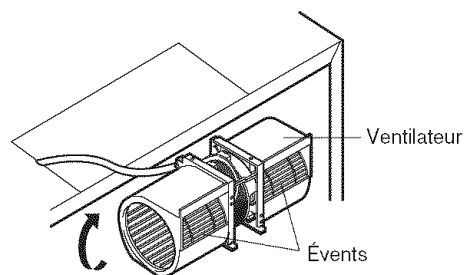

Figure 16
5. Retourner le ventilateur afin que les événements soient tournés vers l'arrière du boîtier. Voir Figure 16. Lors de l'insertion du ventilateur, le fil doit être dans une position comme celle illustrée dans la Figure 16.